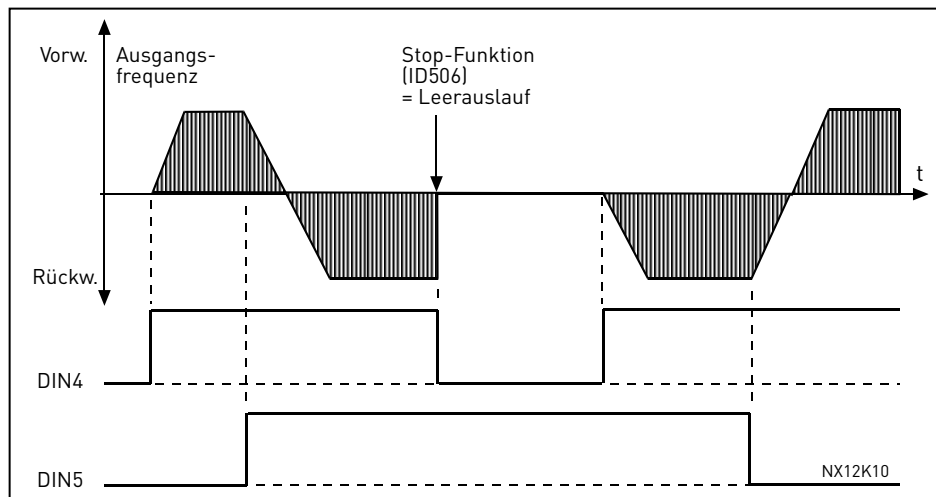

Abbildung 8-31. Start, Stopp, Rückwärts
- ① Die zuerst gewählte Drehrichtung hat höchste Priorität.
- ② Wenn der Kontakt DIN4 geöffnet wird, ändert sich die Drehrichtung.
- ③ Wenn „Start vorwärts“ (DIN4) und „Start rückwärts“ (DIN5) gleichzeitig aktiv sind, hat das „Start vorwärts“-Signal (DIN4) Vorrang.
- Siehe Abbildung 8-31.